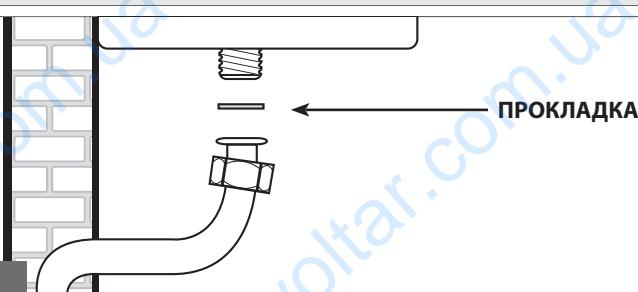

рис. 24 - Подключение к газовой сети
**ОБЯЗАТЕЛЬНО**, при подключении котла к линии подачи ГАЗА использовать накидную гайку с применением прокладки в стыковой полости (рис. 24), соответственных размеров и из специального материала.